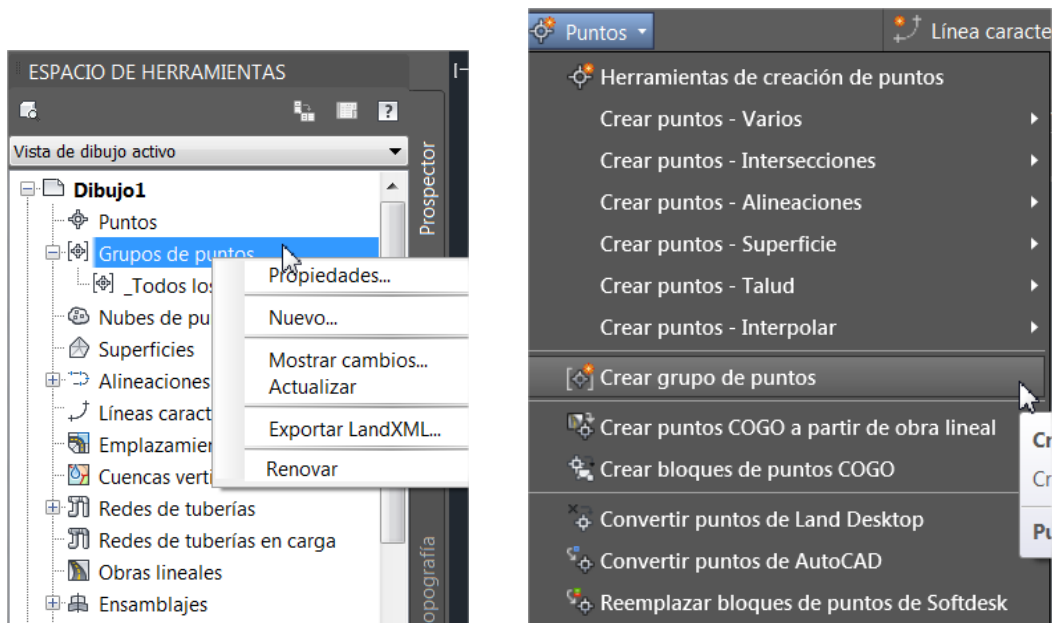

Figura 6. Creación de grupo de puntos.
- Para introducir los puntos, en primer lugar, hay que crear un **grupo de puntos** vacío, en el que se añaden los puntos del fichero dado. El uso de grupos es muy útil cuando se han realizado distintas fases del levantamiento en una misma zona y se quiere trabajar de forma independiente cada una. Los grupos se pueden crear desde el Espacio de herramientas o desde el menú de puntos (Figura 6).